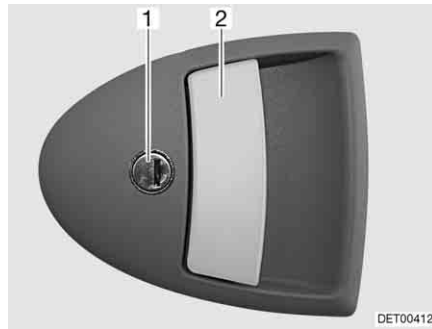

Bild 30 Türschloss Eingangstür, außen
- Schlüssel in Schließzylinder (Bild 30,1) stecken und drehen, bis das Türschloss entriegelt ist.
- Am Türgriff (Bild 30,2) ziehen. Die Tür ist geöffnet.
- Schlüssel in Schließzylinder (Bild 30,1) stecken und drehen, bis das Türschloss verriegelt ist.